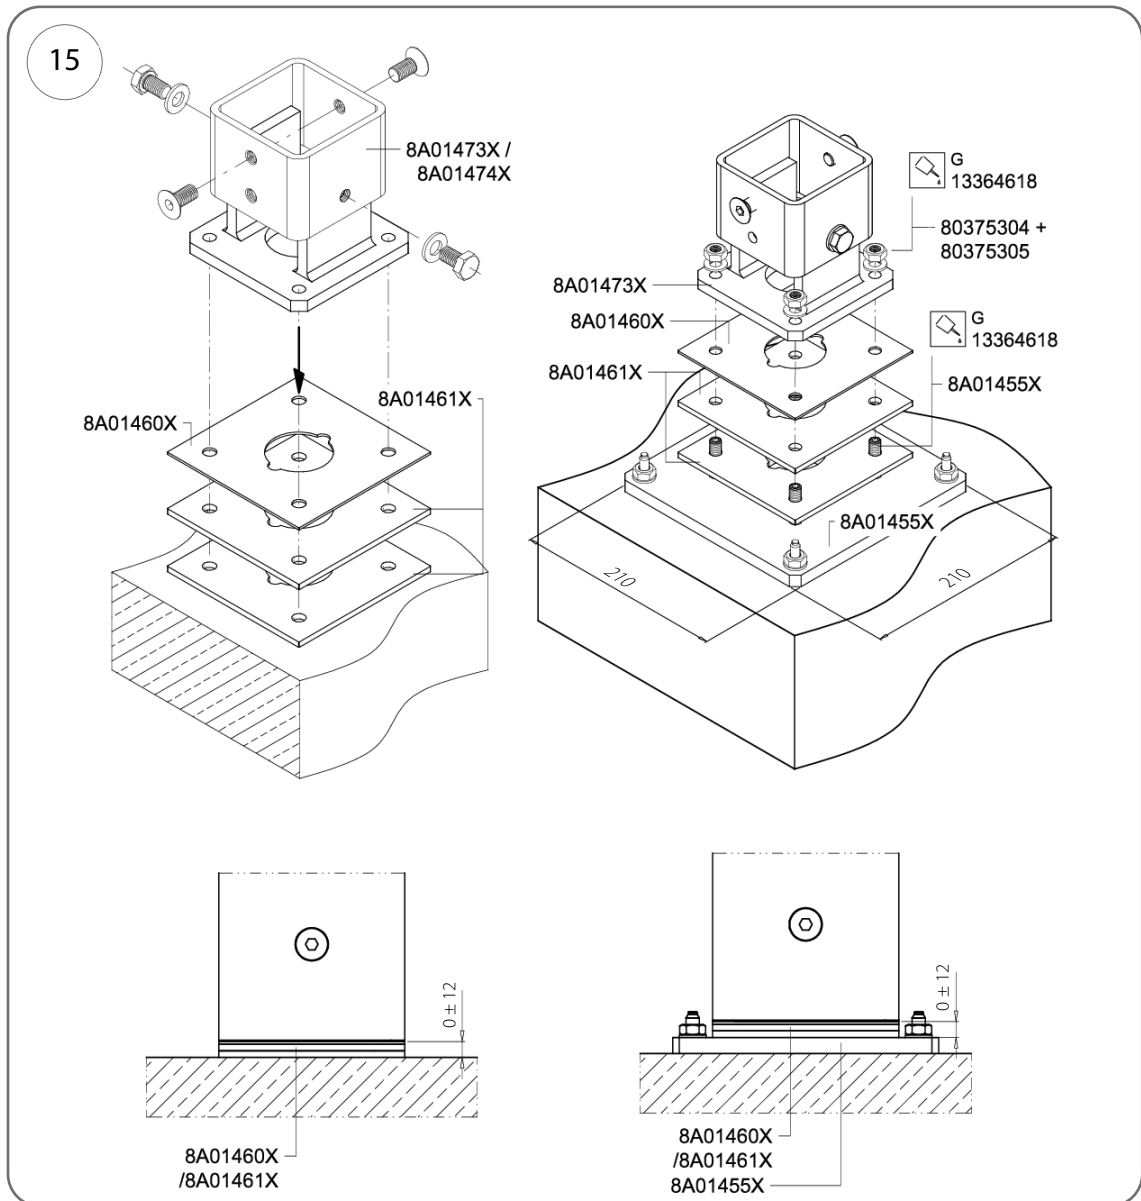

Рис. 15
5. Вирівняйте всі кронштейни відносно точки установки стовпа з найвищою висотою; у разі розбіжностей використовуйте прокладки 2 мм або 5 мм (кат. № 8A01123X; 8A01124X), вставлені між адаптером і основою кронштейна (рис. 15).